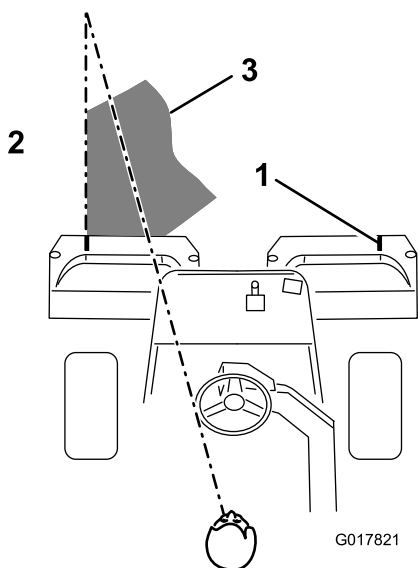

Figura 39
- Debe haber un solape mínimo con las pasadas anteriores. Para ayudar a mantener una línea recta a través del green y mantener la máquina a la misma distancia de la pasada anterior, establezca una línea visual imaginaria desde unos 2 o 3 m por delante de la máquina hasta el extremo de la parte no segada del green (Figura 39). Puede ser útil incluir el borde exterior del volante como parte de la línea imaginaria, es decir, mantener el borde del volante alineado con un punto que se mantiene siempre a la misma distancia de la parte delantera de la máquina (Figura 39).